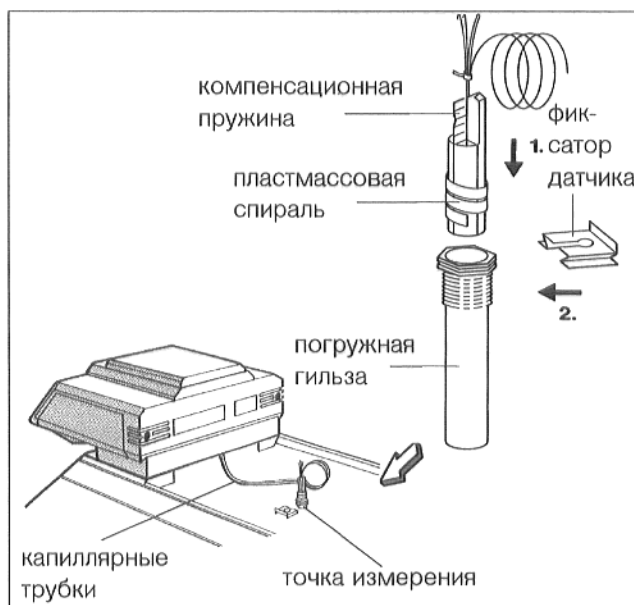

Рис. 18
- Проложить капиллярные трубки (рис. 18) датчиков температуры и, при "Ecomatic"-регулировании, провод датчика температуры котельной воды на изоляции блока котла назад, к точке измерения.
- Вставить датчик температуры до упора в погружную гильзу. При этом, пластмассовая спираль автоматически отходит назад. Компенсационная пружина также должна быть вставлена в погружную гильзу (рис. 18).
- Прижать фиксатор датчика (комплект поставки), сбоку или сверху на головку погружной гильзы (рис. 18).